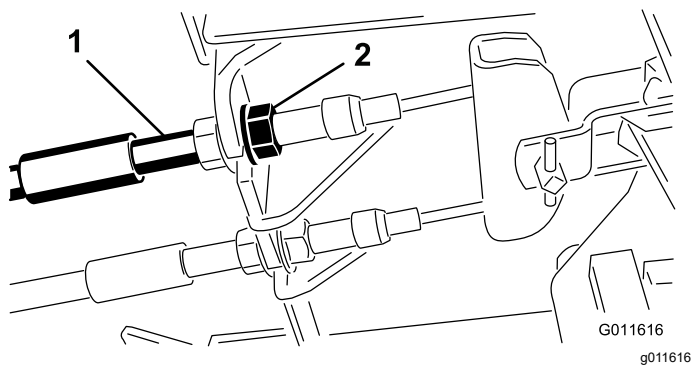

Figure 98
1. Pour réduire la garde aux pédales de frein, serrez les freins en desserrant l'écrou avant sur l'extrémité fileté du câble de frein (Figure 98).